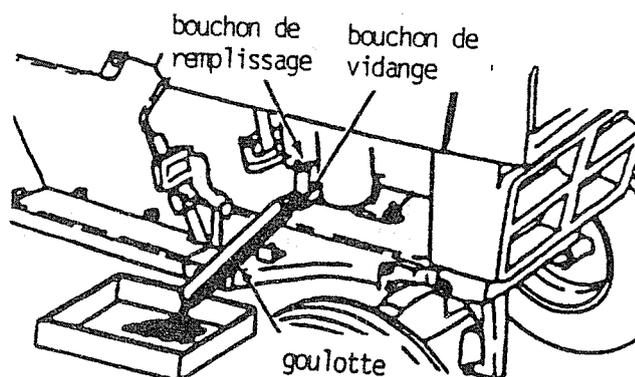

Figure 7
. Vidange de l'huile moteur (fig.7)
- mettre quelques gouttes d'huile sur chaque point d'articulation, repéré par une petite burette sur la fig. 7.
- lubrifier tous les points d'articulation (fig.7),